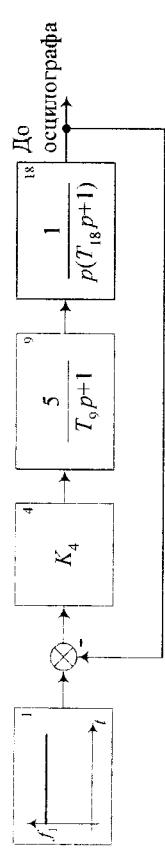

Рис. 13
6. Зібрати модель спідкуючої системи за схемою, яка зображена на рис. 13.